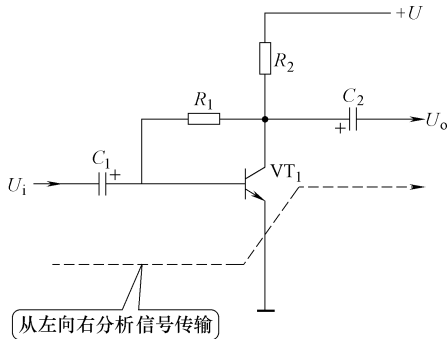

图 3-28 信号传输的分析方向示意图
2) 信号传输过程分析。这一分析就是信号在该单元电路中如何从输入端传输到输出端，信号在这一传输过程中受到了怎样的处理（如放大、衰减、控制等）。如图 3-28 所示是信号传输的分析方向示意图，一般是从左向右进行。